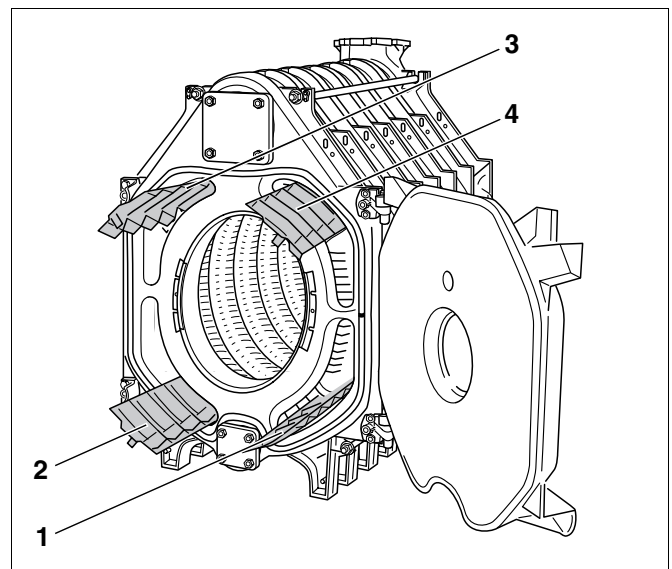

Fig. 34 Røykgass-styreplater
- Ta røykgass-styreplatene ut av kassen med beslagdeler og legg dem inn i røykgasskanalene i samsvar med den støpte påskriften (se også Fig. 34 og tabellen nedenfor).